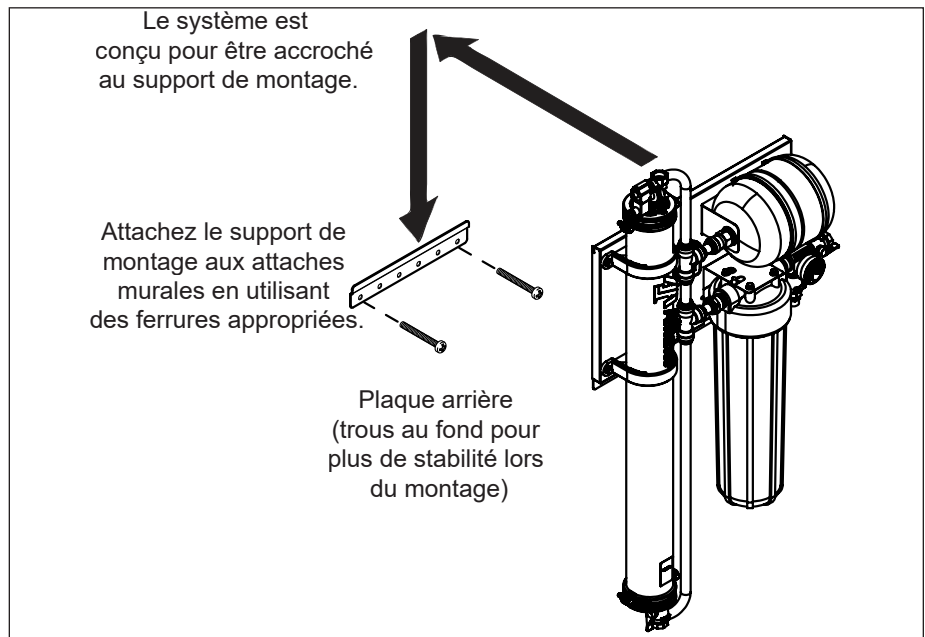

Figure 2. Installation du système
1. Utilisez un niveau et un localisateur de montants pour attacher solidement le support au mur avec les vis appropriées (Figure 2).
2. Le support est conçu de sorte que le VZN peut être soulevé et accroché sur le support. Avec l'aide d'une autre personne, soulevez le système et caliez-le bien sur le support (Figure 2).